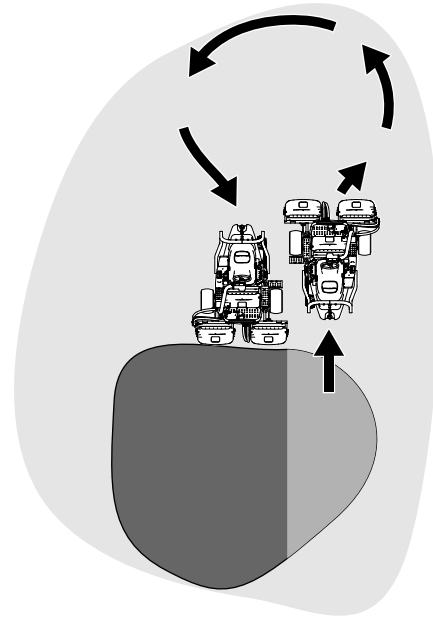

Figura 34
6. Para ganar tiempo y facilitar la alineación correcta para la pasada siguiente, gire la máquina momentáneamente en la dirección opuesta, y luego gire hacia la parte que todavía no está cortada. Este movimiento es un giro en forma de lágrima (Figura 34), que permite alinear la máquina rápidamente para la pasada siguiente.